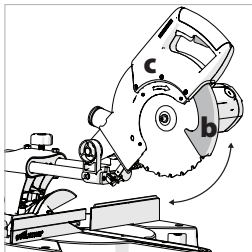

Fig. 38b & c
- Draai de intrekbare onderste zaagbeschermer (**Afb. 38b**) omhoog in de bovenste zaagbeschermer. (**Afb. 38c**).